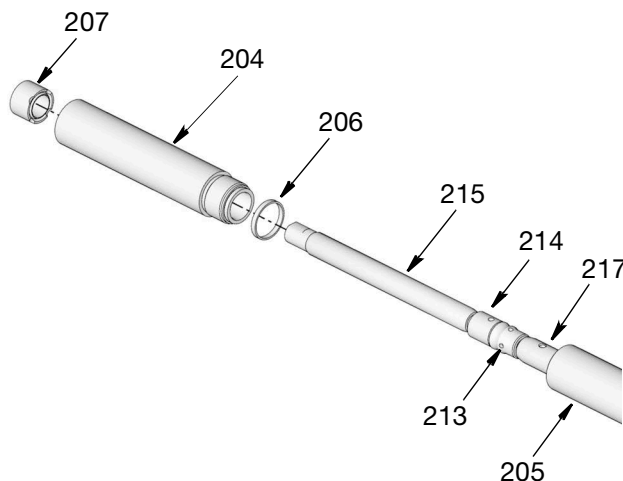

Рис. 31
18. Отделите цилиндр насоса (204) от распорного цилиндра (205) с помощью двух плоских гаечных ключей, поворачивая их в противоположных направлениях для ослабления затяжки распорного цилиндра. Когда затяжка цилиндра (204) будет достаточно ослаблена, открутите его усилием руки и снимите с другой секции (Рис. 31).